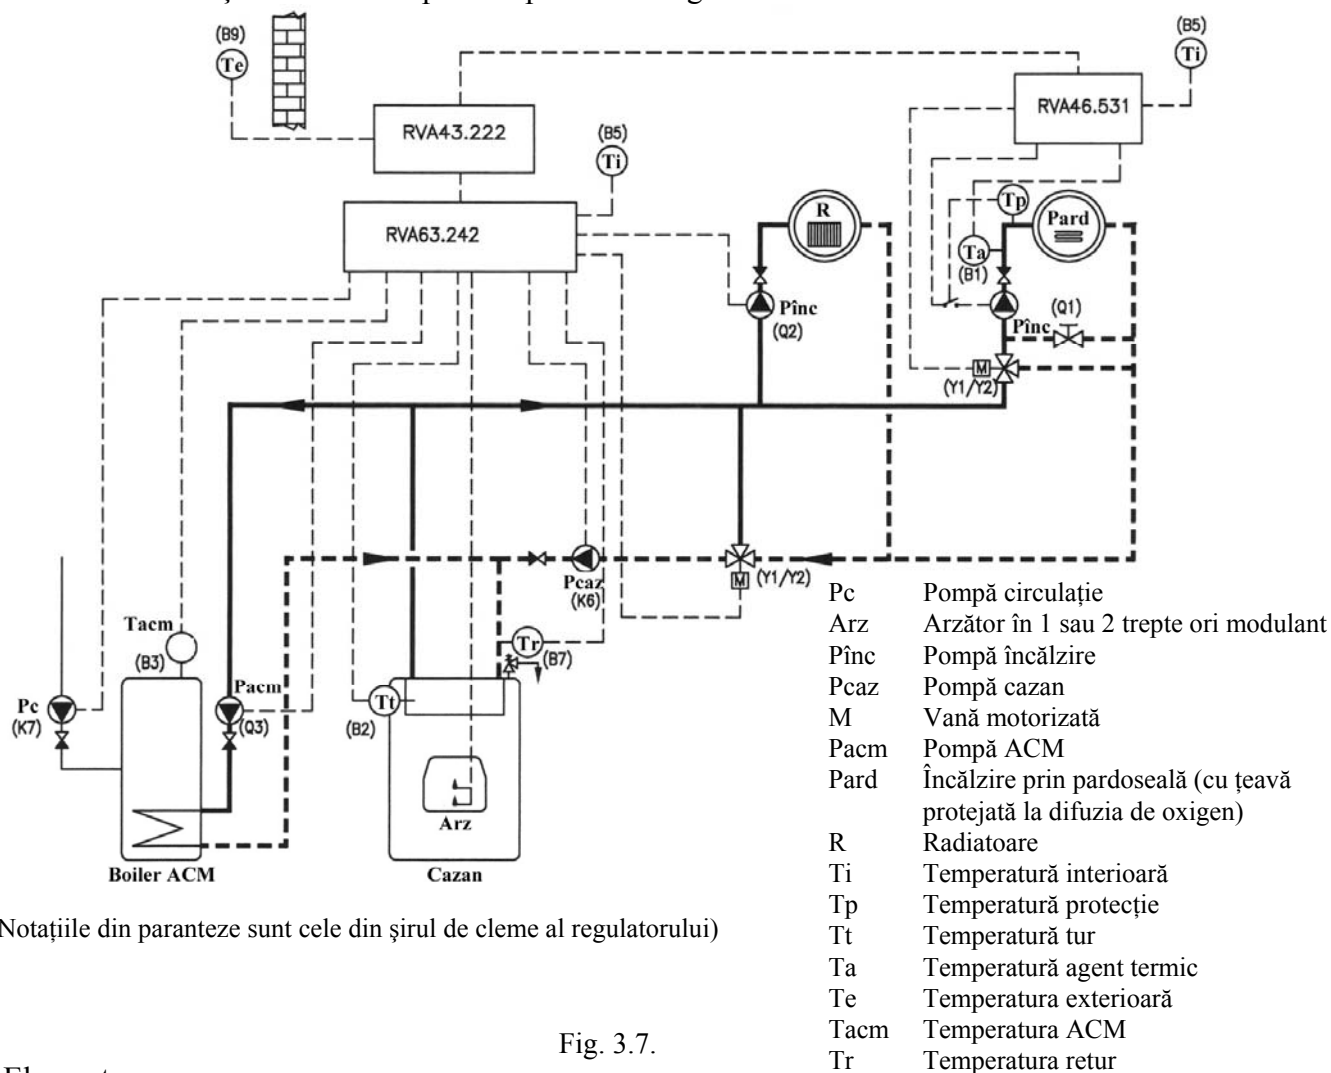

Fig. 3.7.
3.7. Un cazan, 2 circuite încălzire, vană de amestec și ACM (Fig. 3.7.) GAE-REG-3